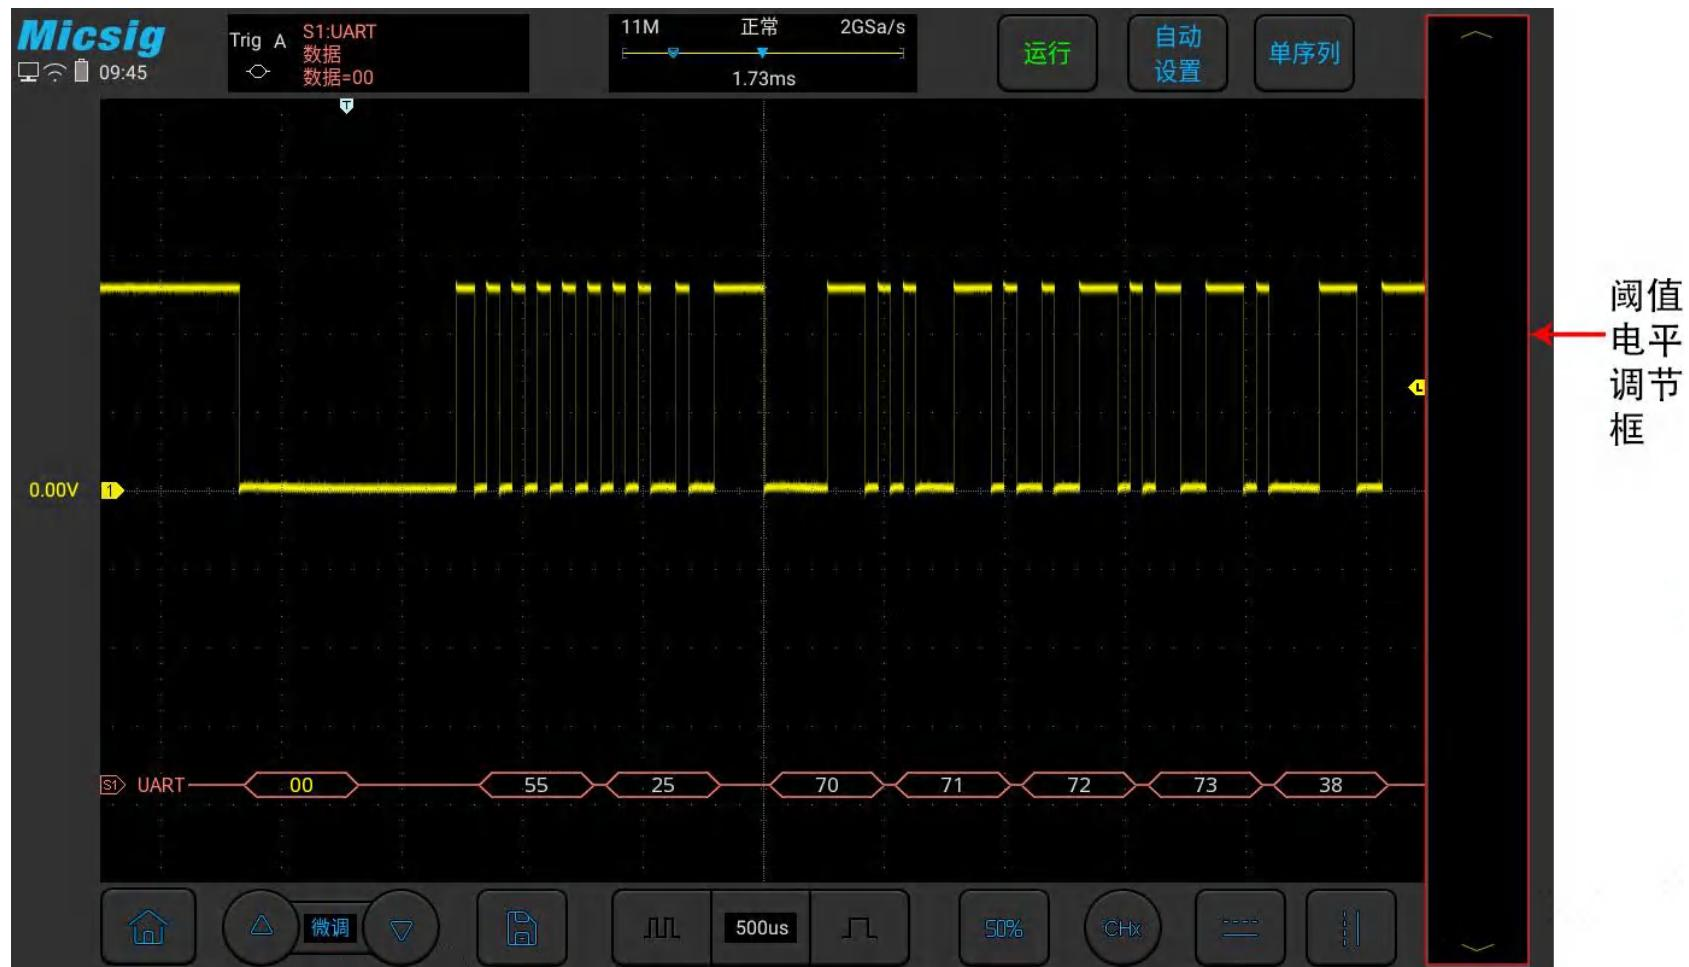

图11-7 UART 解码阈值电平调节
- (1) 轻点 S1 打开解码通道, 向左轻扫 S1 打开总线配置菜单;
- (2) 选择总线类型为“UART”，依次点选“Ch1”，“空闲高”，“校验无”，“8bit”，“19.2kb/s”，显示“十六进制”，然后关闭菜单;
- (3) 打开触发方式设置菜单，点选“数据”，条件设为“=”，数据内容手动输入 98，按“enter”确定;
- (4) 根据信号的幅值电平调节阈值电平使信号稳定触发。UART 触发图形界面见图 11-7: